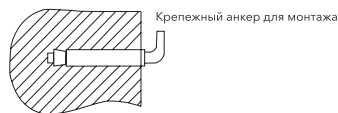

Рис. 2
2. После выбора места монтажа определите места под два крепежных болта с крючками, сделайте в стене два отверстия необходимой глубины с помощью сверла размером, соответствующим размеру крепежных болтов, вставьте винты, поверните крюк вверх, плотно затяните гайки, а затем установите на него электрический водонагреватель (см. рис. 2).